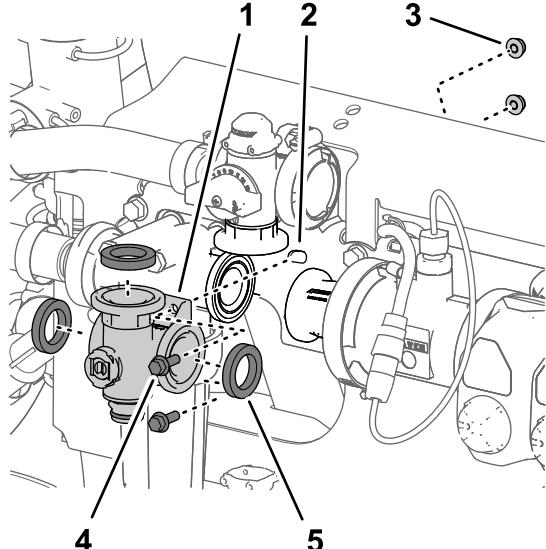

Figura 119
- Retire los 2 pernos con arandela prensada ($\frac{1}{4}$ " x $\frac{3}{4}$ ") y las 2 contratuerzas prensadas ($\frac{1}{4}$ ") que sujetan el distribuidor de la válvula de agitación al soporte de la válvula (Figura 119).
- Retire el distribuidor de la válvula de agitación y las juntas de la máquina (Figura 119).